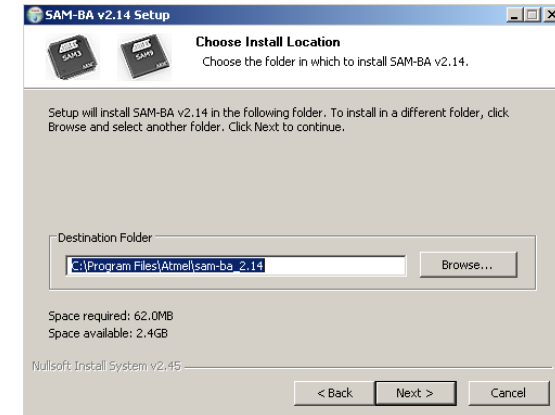

Рисунок 2.9 – Окно выбора папки установки
2.2.6.5 Для изменения названия каталога воспользуются кнопкой «Browse...» (рисунок 2.9) и в открывшемся окне измените название каталога, после чего нажмите кнопку «ОК». На экране вновь появится окно, где будет указан новый выбранный путь. Нажатием кнопки «Next» перейдите к следующему этапу.